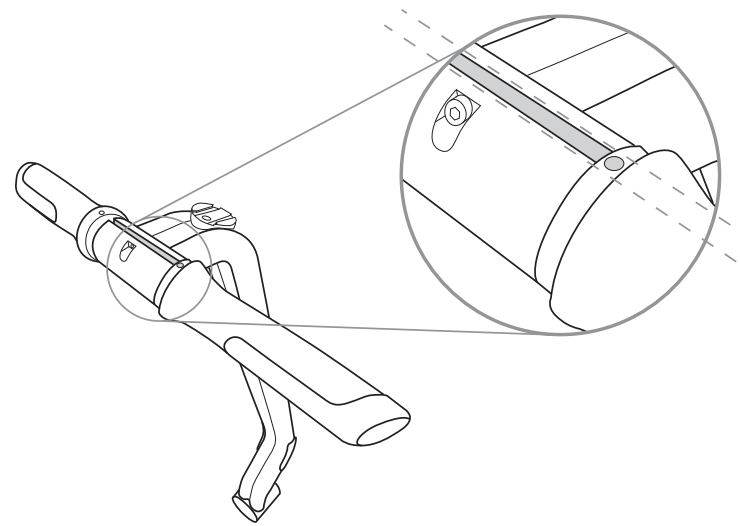

Figura 2. Serrare il manubrio al montante LeanSteer
4. Per reinstallarlo, allineare il manubrio con il montante LeanSteer facendo riferimento alle guide di allineamento. Vedere la Figura 2.